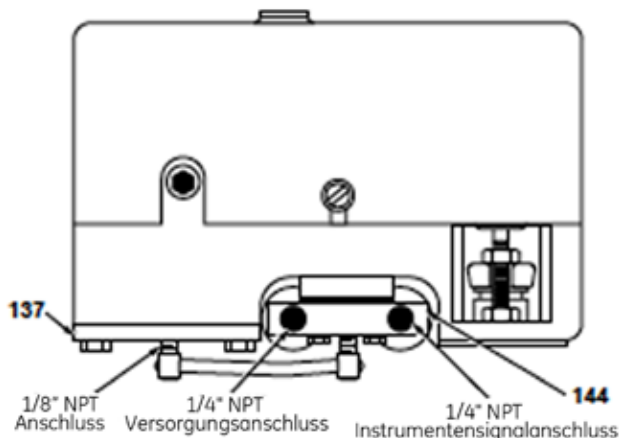

Abb. 11 - Anschlüsse mit 7700P Stellungsregler
- Als Auf-zu-Ventil: Steuerluft direkt an den 1/8" NPT Gewindeanschluss in Membrandeckel in (137) anschließen.
- Regelventil mit Stellungsregler 7700P (Luftsignal): Versorgungs- und Instrumentensignalleitungen mit den entsprechenden Anschlüssen des Verteilerblocks (144) verbinden (Abb. 11). Rohrleitung 4 x 6 mm (1/4" AD) für die Luftleitung verwenden.